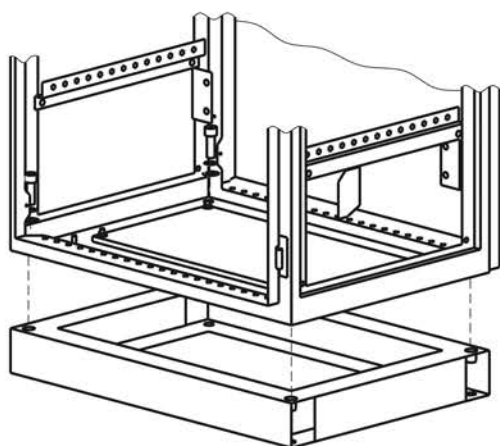

Рисунок 13
4.10.2 Закрепите корпус на цоколе четырьмя болтами M12×25 с шайбами (рисунок 13) момент затяжки – 5 Н·м.